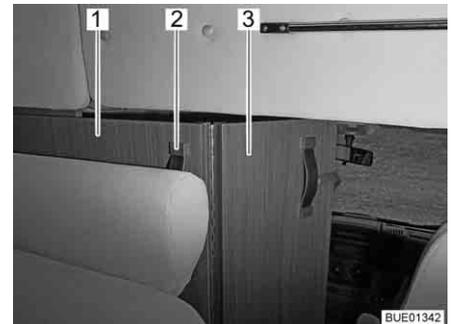

Bild 51 Fahrerhausabtrennung
- Fahrerhausabtrennung (Bild 51,1) am Griffband (Bild 51,2) fassen und so weit nach innen ziehen, bis sich die Kante der Fahrerhausabtrennung etwa auf Höhe der Rückenlehne der Sitzbank befindet (Bild 51).
- Den klappbaren Teil der Fahrerhausabtrennung (Bild 51,3) zwischen den Sitzen des Fahrerhauses ausklappen.